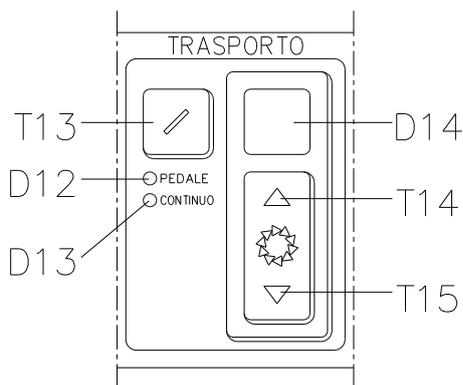

fig. 8
8.4 TASTIERA - TRASPORTO fig.8